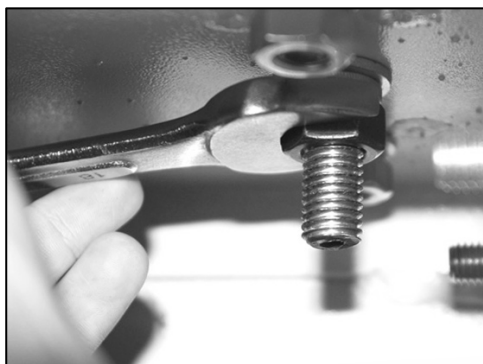

图32
A. 松掉推台前后的下面的“T型螺栓”，如图32
C. 当推台与主机锯片的平行度调整好后，锁紧T型螺栓螺母，如图32..